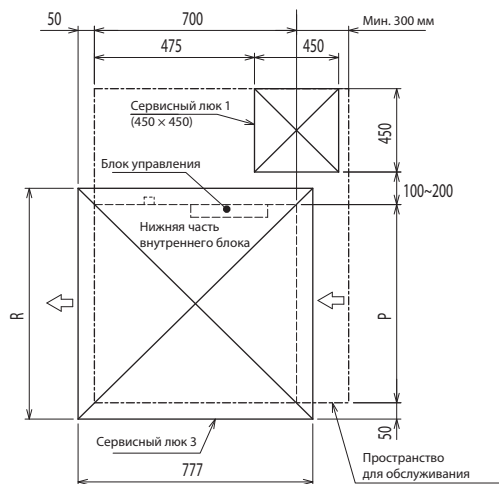

Рис. 4 (Вид по направлению стрелки В)
- Установите сервисный люк 1 по диагонали под блоком управления и сервисный люк 3 под внутренним блоком, как показано на Рис. 4